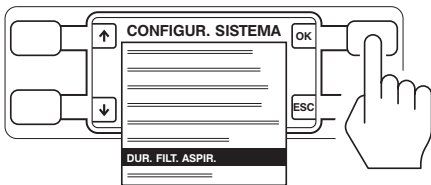

Figura 5 – Seleccionar a opção Filtro de aspiração
4. No ecrã CONFIGUR. SISTEMA, prima os botões junto aos ícones de seta para realçar DUR. FILT. ASPIR. Prima o botão junto a OK para seleccionar (Figura 5).